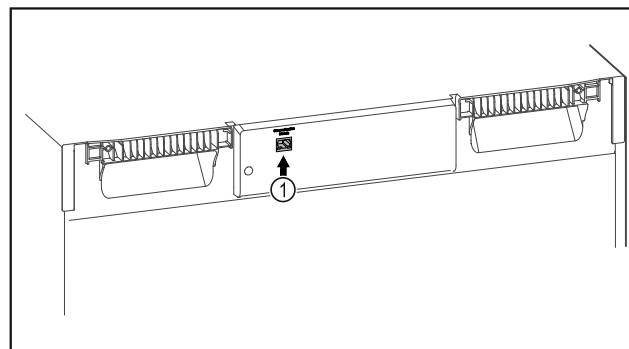

Fig. 106
- ❑ El SmartModule Fig. 106 (1) está colocado.